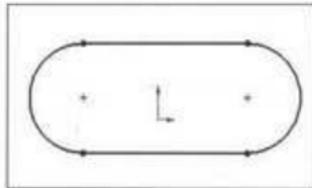

图 2-34 绘制草图实体
(1) 在特征管理器设计树中选取“前视基准面”, 使用草图工具栏中的 (直线) 工具、 (切线圆) 工具在图形区域中绘制一个如图 2-34 所示的草图实体。